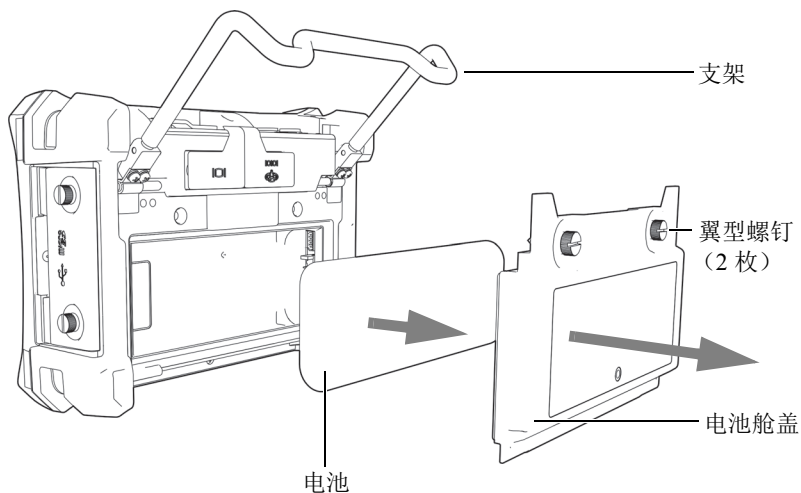

图 1-10 取出锂离子电池
2. 拧松仪器背面固定电池舱盖的两个翼型螺钉（参见第 22 页的图 1-10）。
3. 取下电池舱盖（参见第 22 页的图 1-10）。